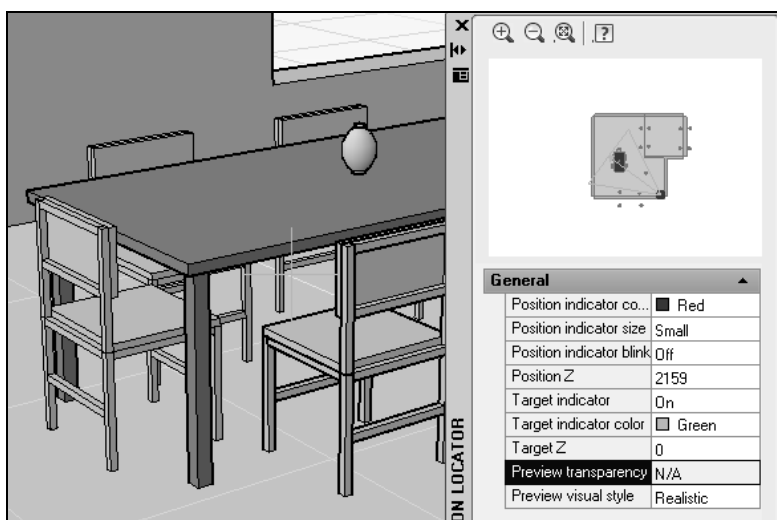

Рис. 8.8. Просмотр настроенного изображения модели с помощью локатора положения
9. Нажимая клавиши, перемещайтесь по модели в нужном направлении. Положение камеры, точки цели и значения параметров просмотра при необходимости можно изменять в процессе просмотра модели. Полученное изображение (рис. 8.8) можно перемещать в плоскости экрана при нажатой левой кнопке мыши или поворачивать, если нажать колесико мыши.